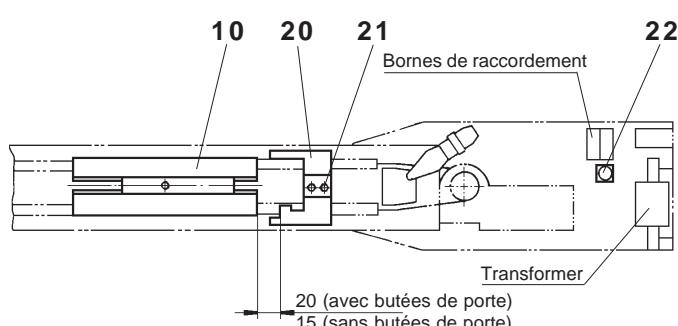

Fig. 9
- Ajuster la butée position ouverte (20) dans l'entraînement.
Légèrement desserrer les vis (21), pousser la butée jusqu'à ce qu'elle touche le coulisseau (10). Reculer la butée d'environ 5 mm (mesure 20) et bien serrer les vis (21). Fig. 9
- Au cas où la porte ne serait pas équipée de butées d'arrêt fixes, la butée d'extrémité (20) est serrée sans jeu entre le coulisseau (10) (mesure 15). Fig. 9
- Au cas où le processus d'ajustage ne s'est pas déroulé correctement ou si une malfunction s'est produite, ce processus peut être répété en pressant la touche la RESET (22) (bouton bleu) pend. au moins 2 sec. lorsque l'alimentation de secteur est enclenchée. Fig. 9